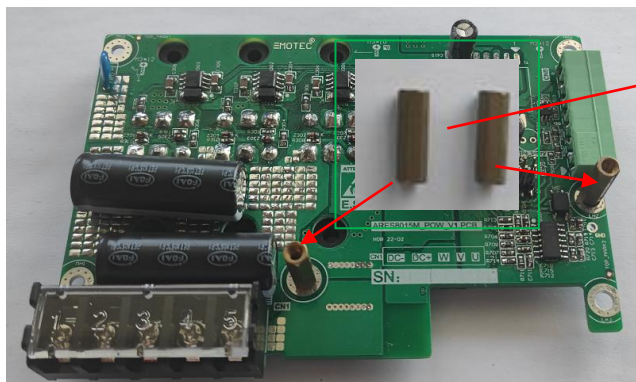
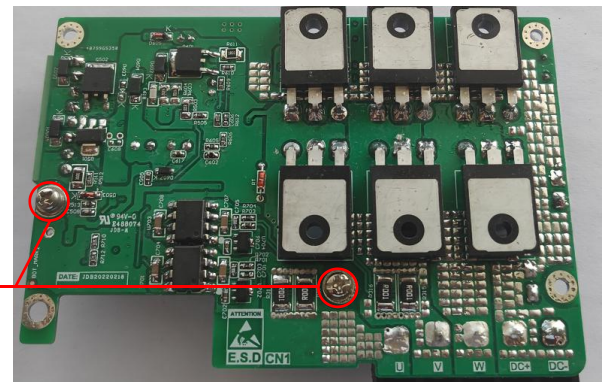

图 1
图 2
1、在功率板 MH4、MH6 位置，分别安装 M3X11 双通六角铜柱，反面用 M3\*6 组合螺钉进行固定；位置如图 1、图 2 所示；